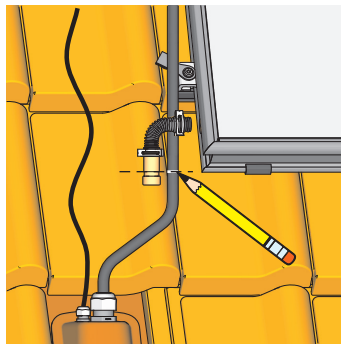
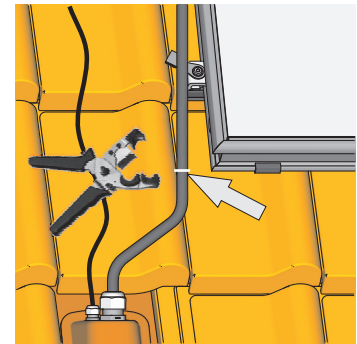

Bild 3-33 Arbeitsschritt 11- Markieren
Bild 3-34 Arbeitsschritt 11- Abschneiden
11. Anschlussrohre zurechtbiegen, benötigte Länge markieren (Bild 3-33) und abschneiden (Bild 3-34).